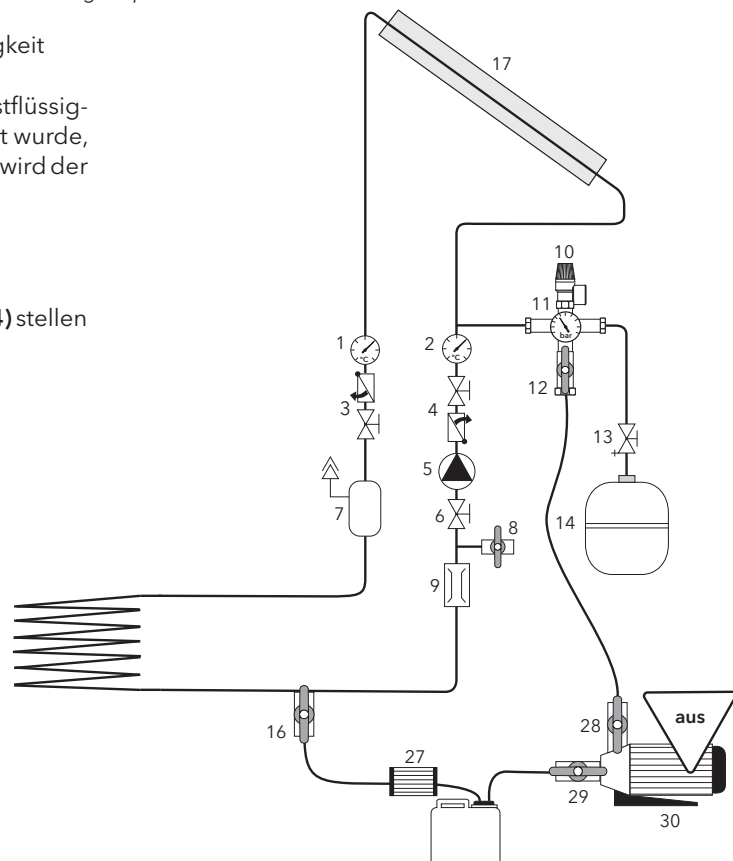

Bild 21 Entleeren
- Befüllpumpe (30) muss ausgeschaltet sein
- Kugelhähne und Schwerkraftbremsen (3) und (4) stellen wie in Bild 21
- Saugschlauch von KFE-Hahn (8) abnehmen und an KFE-Hahn (16) anschließen
- KFE-Hahn (16) öffnen
- KFE-Hahn (12) öffnen